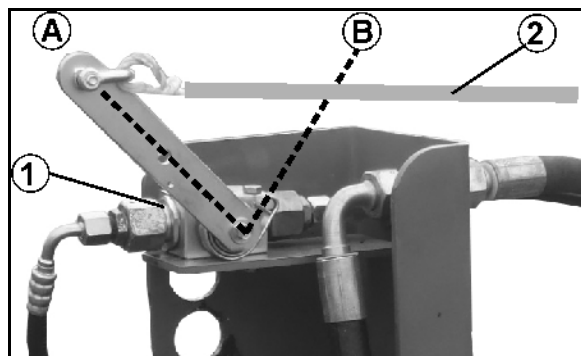

Fig. 11
- Afspærringsshanen (Fig. 11/1) kan sikres mod utilsigtet udklapning fra traktoren via kabeltræk (Fig. 11/2).